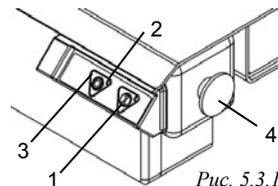

Рис. 5.3.1
5.3 - Запуск в действие ленточной пилы для распилки мяса (рис. 5.3.1)
5.4 - Остановка ленточной пилы для распилки мяса (Рис. 5.3.1)